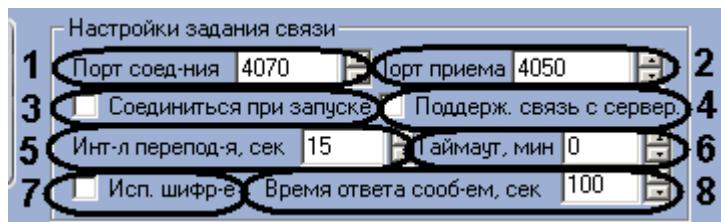

Рис. 3.6—1 Группа параметров Настройки задания связи
Настройка связи контроллера осуществляется на панели настроек соответствующего объекта в группе параметров **Настройки задания связи** (Рис. 3.6—1).
1. В поле **Порт соед-ния** необходимо указать номер порта, который указан в поле **Порт приема** на панели настроек объекта **СКД VertX / Edge** (см. Рис. 3.6—1, 1).
2. В поле **Порт приема** необходимо ввести номер порта для приема сообщений с Сервера HID (см. Рис. 3.6—1, 2).